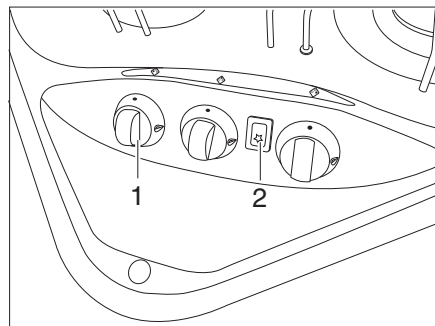
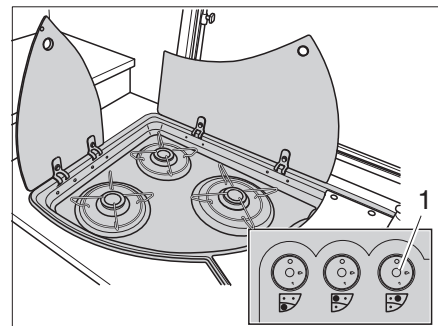

Fig. 132 Boutons de commande pour le réchaud à gaz
Fig. 133 Variante: Boutons de commande pour le réchaud à gaz
- Tourner le bouton tournant (Fig. 132,1 ou Fig. 133,1) du brûleur désiré en position d'allumage (grande flamme).
- Si une touche d'allumage (Fig. 132,2) est présente: Générer une étincelle en appuyant sur la touche d'allumage.